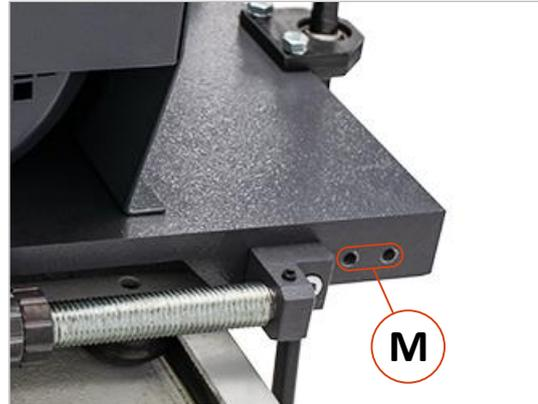
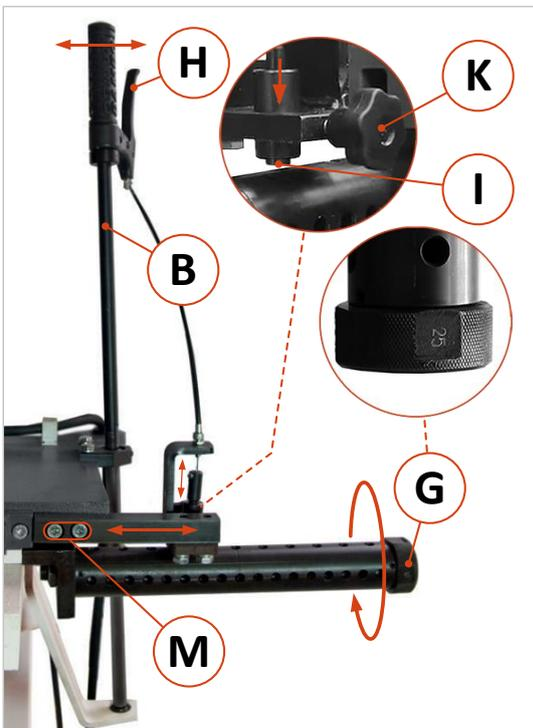

Abbildung 24: Montagebohrungen Rückseite
Abbildung 25: Dübelbohreinrichtung verwenden
- Befestigen Sie nun (wie in ⇒ Abbildung 25 gezeigt) den Handgriff des Rastbolzens (**H**) am Ende des Einhand-Bedienhebels (**B**) und befestigen Sie ihn mit der mitgelieferten Inbusschraube.
- Montieren Sie den Rastmechanismus (**R**) mit den mitgelieferten Inbusschrauben in die Gewindebohrungen (**M**) auf der Maschinenrückseite (siehe ⇒ Abbildung 24 / ⇒ Abbildung 25) und stellen Sie sowohl das Indexierungs-Rohr (**D**) als auch den Rastmechanismus (**R**) so ein, dass der Rastbolzen frei ein- und austragen kann.